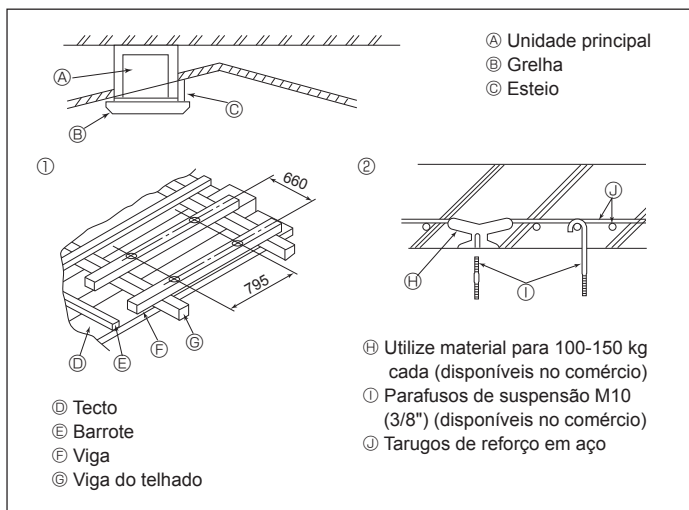

Fig. 3-5
3.5. Estrutura de suspensão (Dar ao lugar de suspensão uma estrutura forte) (Fig. 3-5)